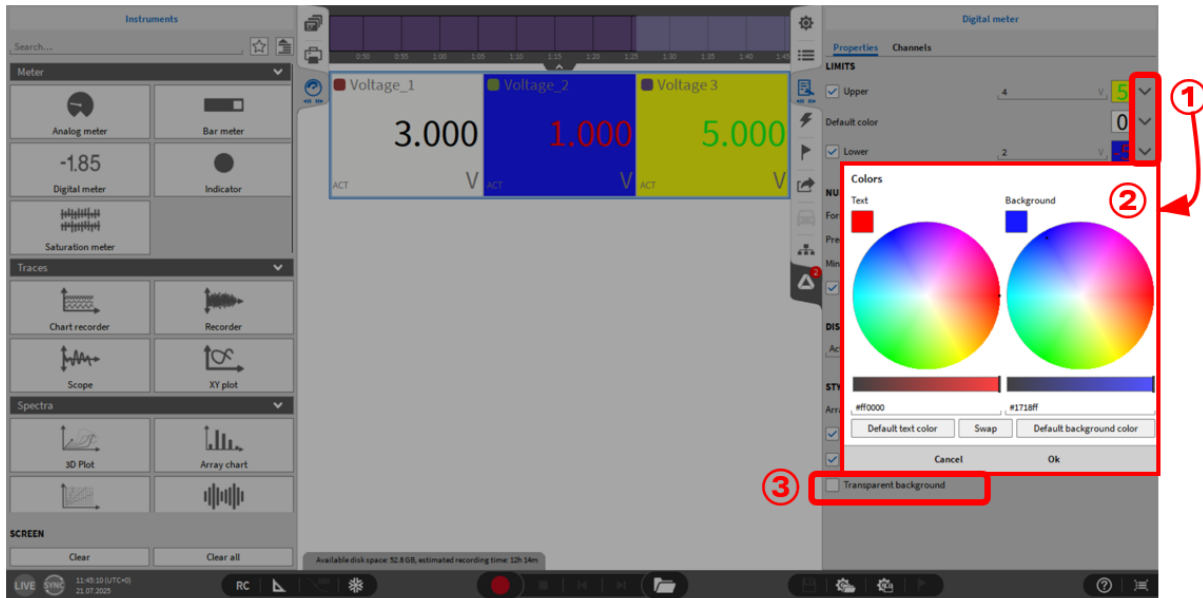

Abb. 8.10: Digital meter – Grenzwerte
- Grenzen: die Skala und die Anzeigenadel können nach definierten Grenzen eingefärbt werden. Es ist möglich, Farben für die obere und untere Grenze sowie eine Hintergrundfarbe zwischen der oberen und unteren Grenze zu definieren. Zunächst muss ein Wert für die Grenzen festgelegt werden (außer für die Default Einstellung). Anschließend kann durch Drücken der in Abb. 8.10 gezeigten Schaltfläche ① eine Farbe für den Text und den Hintergrund festgelegt werden. Durch Drücken einer der Schaltflächen in ① für die jeweilige Grenze erscheint ein neues Fenster (② in Abb. 8.10). Hier kann sowohl die Farbe für den Text selbst als auch die Farbe für den Hintergrund festgelegt werden. Mit den Schaltflächen „Standard-Textfarbe“ und „Standard-Hintergrundfarbe“ kann man zu den Standardeinstellungen zurückkehren, mit der Schaltfläche „Tauschen“ kann man
Für den Hintergrund ist es notwendig, die Option „Transparenter Hintergrund“ zu deaktivieren (③ in Abb. 8.10).